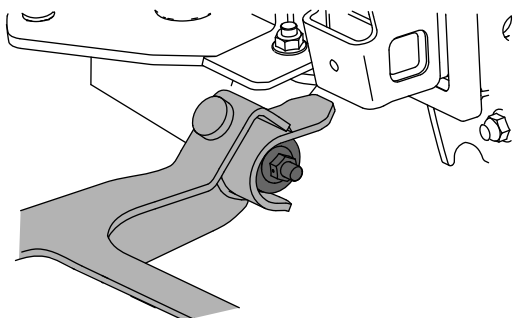

Figure 12
8. Place les fourches de la souffleuse sur les bagues (Figure 12).